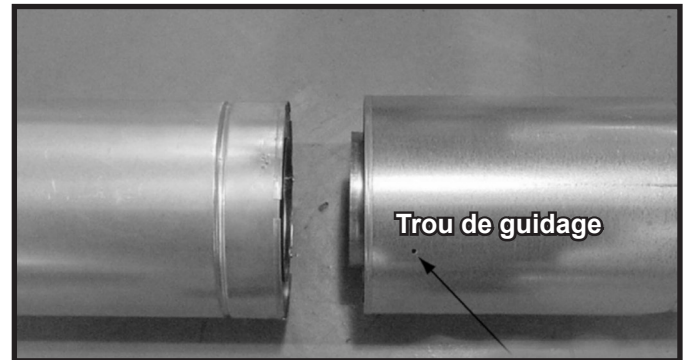

Figure 7.6 Trous de guidage de la section coulissante
- Glissez le col intérieur de la section coulissante dans la section intérieure de tuyau et la conduite extérieure de la section coulissante par-dessus la section extérieure du tuyau. Voir la figure 7.6.